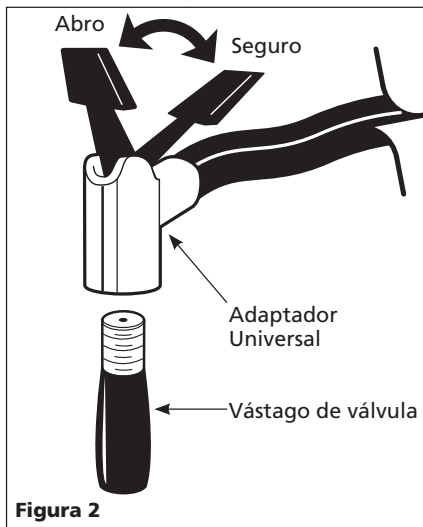

Figura 2
- Coloque el adaptador universal (vea la Figura 2) desde el inflador hasta el vástago de la válvula con la palanca hacia arriba. Asegúrese de presionar hacia abajo completamente el adaptador universal sobre las roscas del vástago de la válvula. Cuando el adaptador universal esté firmemente en su lugar, presione la palanca de trabado hacia abajo para fijarlo sobre el vástago de la válvula.